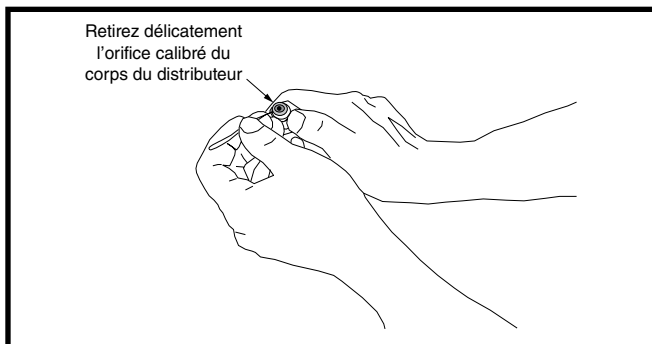

Figure 3. Démontage de l'orifice du corps du distributeur
2. Insérez un crochet en fil métallique léger entre le corps du distributeur et l'orifice d'étranglement en prenant soin de ne pas égratigner ces piéces. Retirez délicatement l'orifice d'étranglement du corps du distributeur. Voyez la Figure 3.